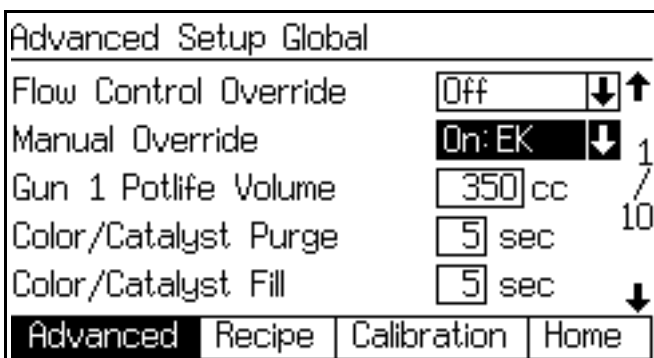

FIG. 96. Pantalla de configuración avanzada 1
3. Vaya a **Pantalla de configuración avanzada 1** (vea FIG. 96). Encienda la Derivación manual.